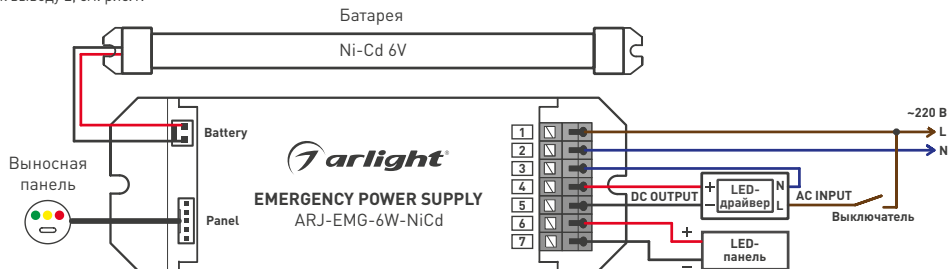

Рис. 1. Стандартная схема подключения
- 3.4. Подключите провода, постоянно подключенные к сети: «L» [фаза] — коричневый провод — к выводу 1, «N» (ноль) — синий провод — к выводу 2, см. рис.1.
- 3.5. Подключите светодиодную панель (LED Panel) к выводу источника аварийного питания (выводы 6 и 7), как показано на рис. 1. Соблюдайте полярность подключения.
- 3.6. Подключите разъем аккумуляторной батареи к разъему батареи источника аварийного питания, как показано на рис. 1.
- При наличии сетевого напряжения включение/выключение светильника выполняется выключателем (см. рис. 1). При этом светильник работает от штатного драйвера.
- Тестирование выполняется только при наличии сетевого напряжения на входе БАП и может проводиться в любом положении выключателя (см. рис. 1). Управление тестированием выполняется нажатием кнопки «Тест» на выносной панели. Имеются два режима тестирования.